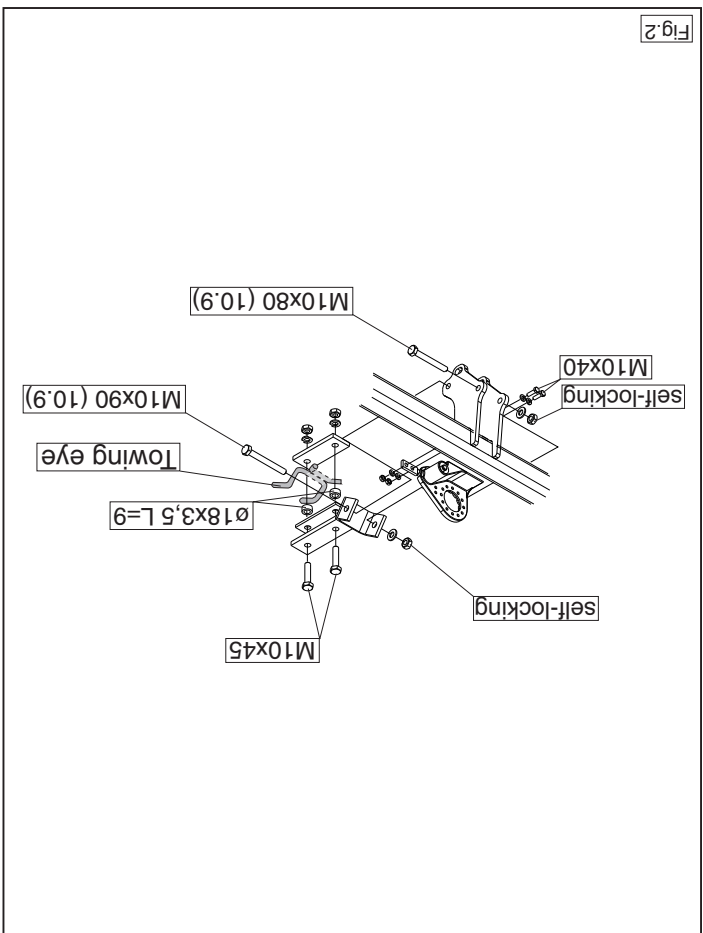

Fig.2
14. Monteer de dwars balk in het midden aan de sleepoog (fig.2).
14. Fit the cross beam centrally onto the towing eye (fig.2).
- 14. Den Querbalke in der Mitte an der Schleppe befestigen (Abb. 2).
14. Placer la traverse au centre de l'anneau de remorquage (fig. 2).